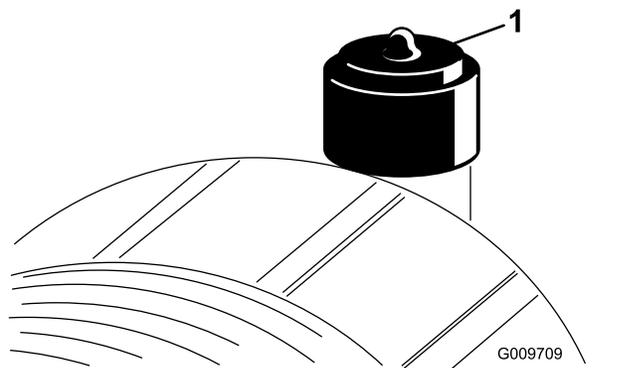

Рисунок 78
Обслуживание фильтра воздухоочистителя следует производить только при соответствующих показаниях индикатора необходимости технического обслуживания (Рисунок 78). Более частая замена воздушного фильтра (без необходимости) ведет лишь к повышению вероятности попадания грязи в двигатель при снятии фильтра.
2. Сбросьте показание индикатора (Рисунок 78) при наличии сигнала красного цвета.